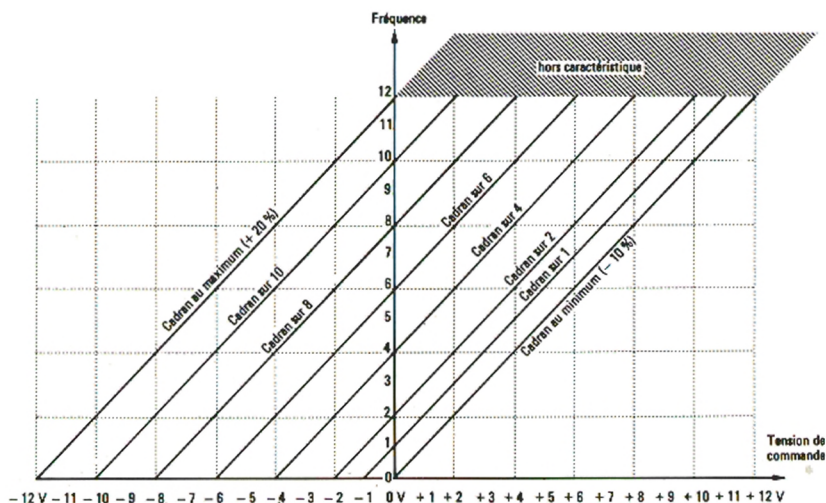

Fig. 3 Excursion de fréquence en wobulation
- L'excursion de fréquence est à la fois fonction de la tension de commande appliquée sur la prise VCF et de l'affichage du cadran gradué, comme l'indique la figure 3.